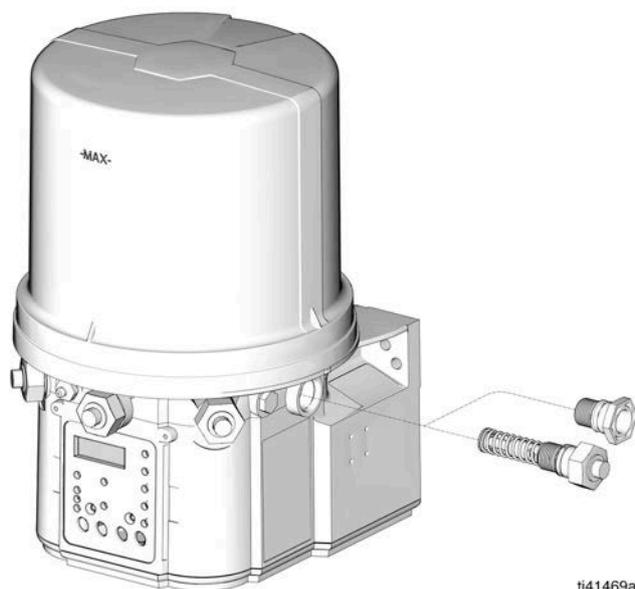

FIG. 11
**NOTA:** Si se necesitan menos de cinco (5) elementos de la bomba, retire los elementos adicionales de la bomba y sustitúyalos por un tapón. Apriete el accesorio de conexión a 5,6 N•m (50 lb-pulg.).
3. Retire el elemento de la bomba y sustitúyalo por un tapón (apriete el accesorio de conexión 5,6 N•m [50 lb-pulg.]) (FIG. 11).